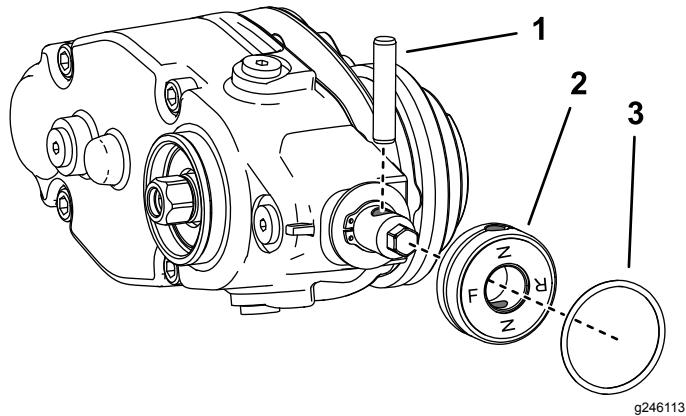

Figura 15
3. Si está instalando el groomer a la izquierda de la máquina, haga lo siguiente (Figura 15):